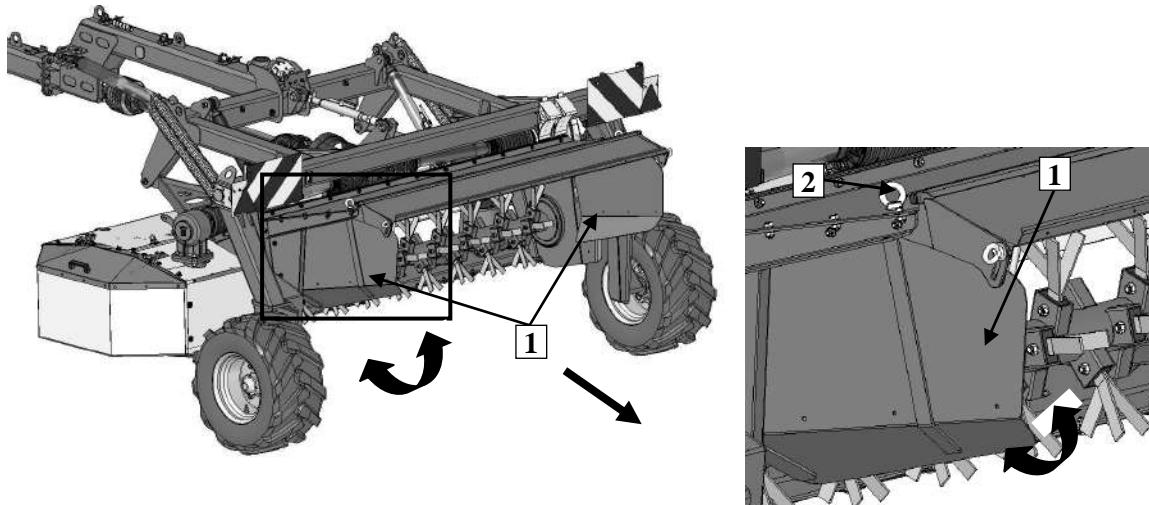

Рис. 27. Регулировка скребков покоса: 1- скребок покоса, 2- регулировочный болт
С целью установки ширины покоса следует совершить регулировку скребков покоса (1) (**Рис. 27**) (касается: KDC S/SL):
- расслабить болт с ухом (2) скребка покоса,
- установить скребок покоса (1) в зависимости от потребности,
- докрутить болт (2),